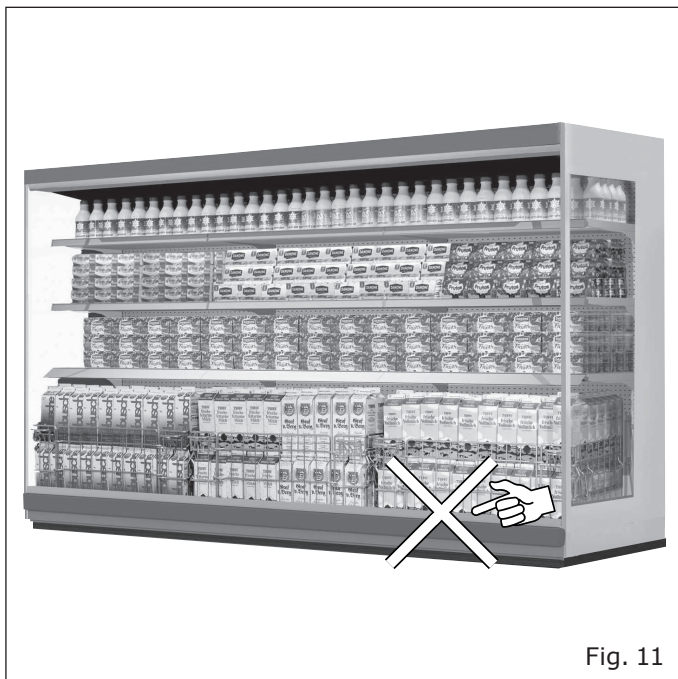

Fig. 11
- La merce non ostruisca il corretto flusso d'aria refrigerata ("Fig. 11")